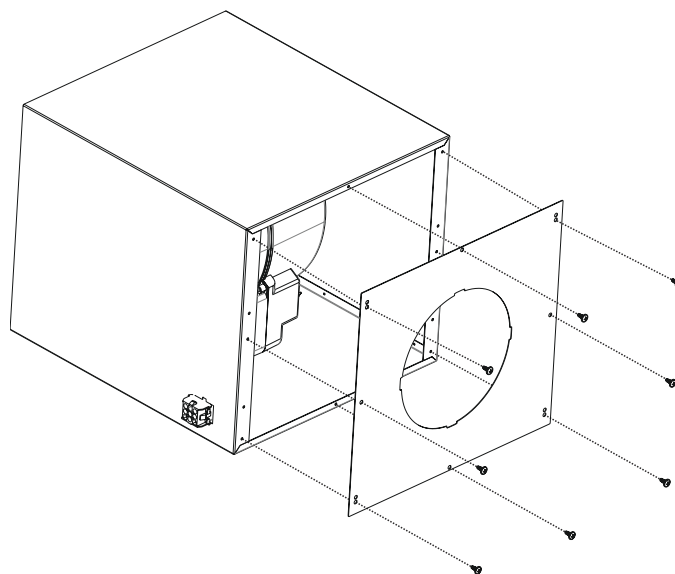

Fig. 20
**3.** ➤ Använd nu en adapterplatta med ett runt hål för att stänga till motorkabinettets öppna ände och skruva fast den med 8 skruvar (Fig. 20).